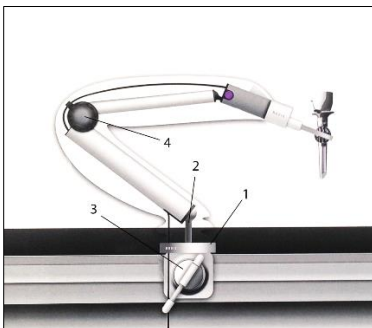

Abbildung 5
(N) Befestigen Sie die DIN-Klemme an der DIN-Schiene des Operationstisches (siehe 1 in Abbildung 5), fixieren Sie den Arm in der DIN-Klemme (siehe 2 in Abbildung 5) und verriegeln Sie ihn durch Drehen der T-Schraube im Uhrzeigersinn (siehe 3 in Abbildung 5).
(N) Drehen Sie den Einstellknopf (siehe 4 in Abbildung 5) gegen den Uhrzeigersinn, um drei Gelenke des Haltearms zu lösen, schwenken Sie ihn in die gewünschte Position und arretieren Sie ihn, indem Sie den Einstellknopf im Uhrzeigersinn drehen.